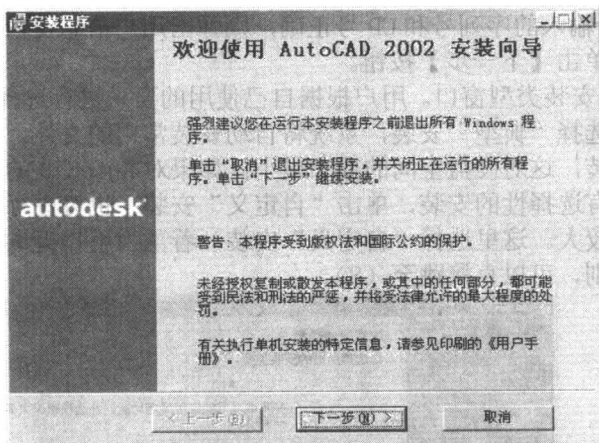

图 1-1 安装 AutoCAD 2002 ——启动安装向导
(1) 打开 AutoCAD 2002 安装程序所在的文件夹(可以是本地磁盘文件,也可以是 CDROM 中的安装文件或者网络文件夹)。
(2) 双击 Setup.exe,出现初始化窗口,系统自动为安装进行准备。稍后出现向导窗口,提示欢迎信息和版权信息,如图 1-1 所示,单击【下一步】按钮。